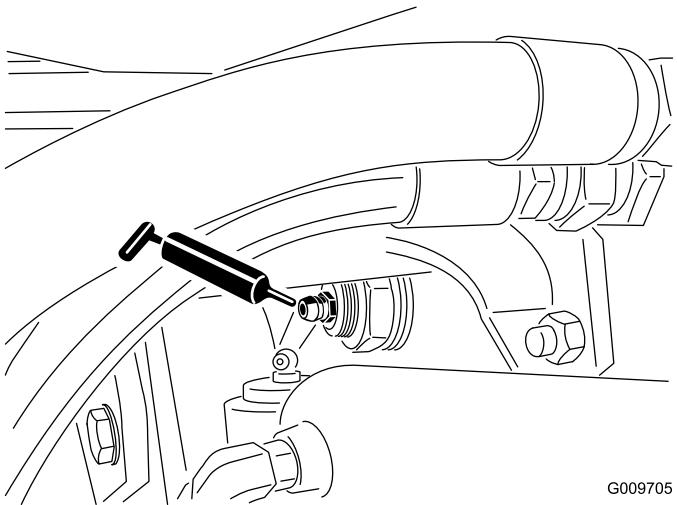

Figura 51
- Boccole orientabili dell'assale posteriore (2) come illustrato nella Figura 51